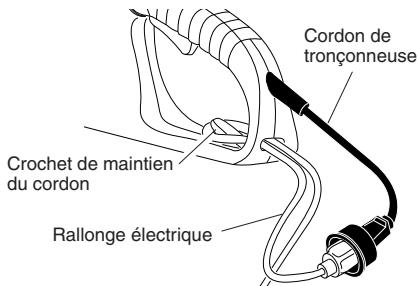

Figure 10 - Boucle de la rallonge électrique sur le crochet de maintien du cordon
Cette tronçonneuse est conçue avec un crochet de maintien de la rallonge électrique qui évite qu'une traction ne débranche la rallonge électrique lors de l'emploi. Pour l'utiliser, former une boucle avec l'extrémité de la rallonge électrique, insérer la boucle dans la fente à l'arrière de la poignée et placer la boucle sur le crochet de maintien de la rallonge (voir la Figure 10). Tirer doucement la boucle contre le crochet de maintien de la rallonge jusqu'à ce qu'il n'y ait plus de jeu. Brancher la rallonge électrique au cordon d'alimentation de la tronçonneuse.
5. Lorsqu'on est prêt à faire une coupe, pousser complètement vers l'avant avec le pouce droit le bouton de verrouillage et appuyer sur la gâchette (voir la Figure 10, page 51). Ceci met la tronçonneuse en marche. Elle s'arrête quand on lâche la gâchette. S'assurer que la chaîne tourne à la vitesse maximum avant d'entamer l'entaille.